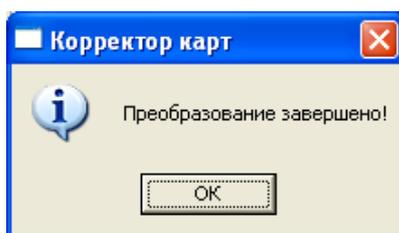

Рисунок 2.49
- нажмите клавишу «Исправить». При этом появится подтверждающее окно (рисунок 2.49). Нажмите «ОК».